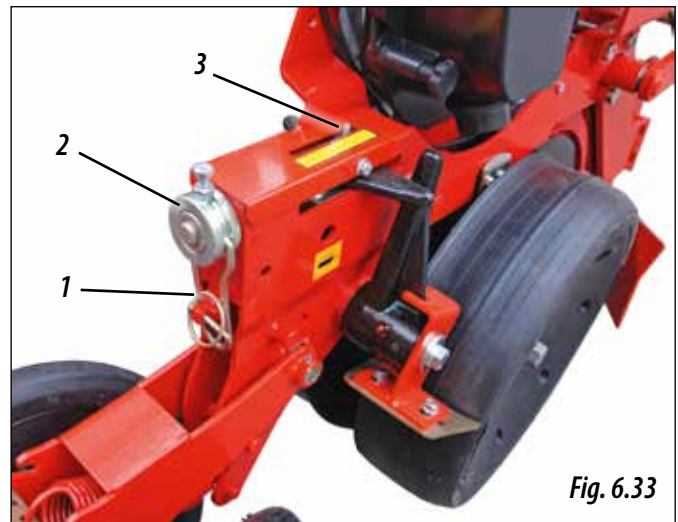

Fig. 6.33
- 1- Scoateți agra (1, Fig. 6.33), pentru a elibera manivela (2, Fig. 6.33).
- 2- Rotiți manivela până la adâncimea de semănat dorită, pentru aceasta folosiți indicatorul de adâncime (3, Fig. 6.33).
- 3- Odată stabilită adâncimea, coborâți manivela (2, Fig. 6.33), și puneți agra (1, Fig. 6.33) pentru a fixa adâncimea de semănat.